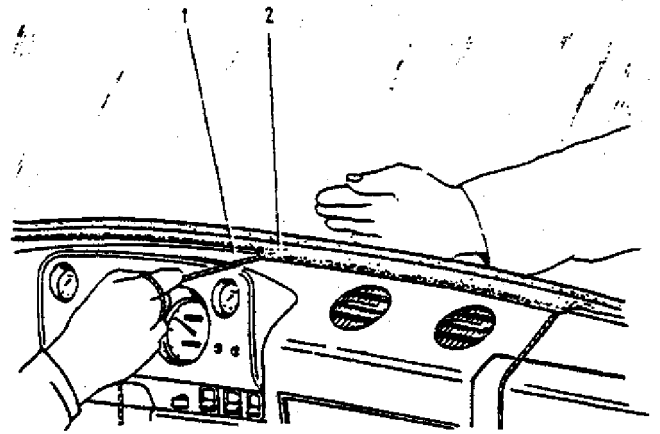

Fig. 8-24. Instalação do pára-brisa: 1 - cordão para instalação; 2 - guarnição.
- posicionar, na ranhura de encaixe da guarnição, um cordão 2 (fig. 8-24), encaixando-o em todo o seu contorno com o auxílio de uma chave de fenda;